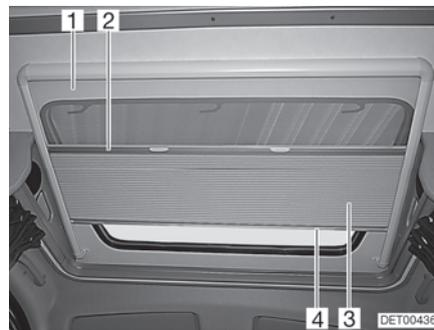

Fig. 48 Tragaluz
El estor plegable (Fig. 48,3) está unido fijamente con la protección contra insectos (Fig. 48,1).
- Coger el estor plegable por el centro de la tablilla final (Fig. 48,4) y tirar con cuidado hacia abajo.
- Regresar el estor plegable lentamente a su posición por la tablilla final (Fig. 48,4).
- Detener el centro de la tablilla final (Fig. 48,2) de la protección contra insectos y tirar con cuidado completamente hacia abajo.
- Regresar la protección contra insectos lentamente a su posición por la tablilla final del estor plegable (Fig. 48,4).